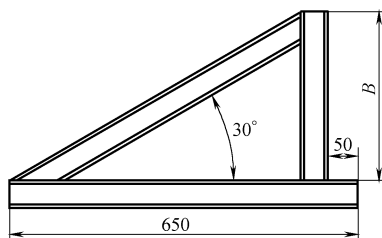

图 1-2
11. 用 10 号工字钢组焊的三角架如图 1-2 所示，求尺寸 B 。